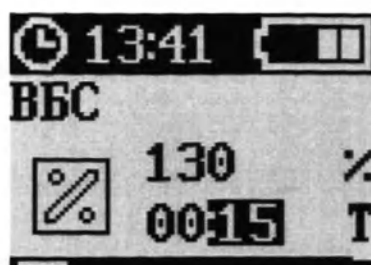

Рисунок 128 – Экран «ВБС» (минуты)
7. Нажать кнопку «ОК» для подтверждения ввода и перехода к установке времени (в минутах) ВБС (рисунок 128).